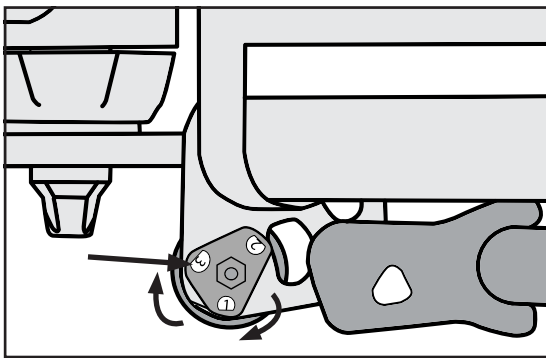

Figure 16
1. Loosen the nuts holding the kickstand stops in place using 2 x 10mm wrenches. (Figure 16)
1. Desserrez les écrous de fixation des butées de la béquille avec 2 clés de 10 mm. (Figure 16)
1. Drehen Sie die Muttern, mit denen die Ständeranschlänge befestigt sind, mit 2 x 10 mm Schraubenschlüsseln los. (Abbildung 16)